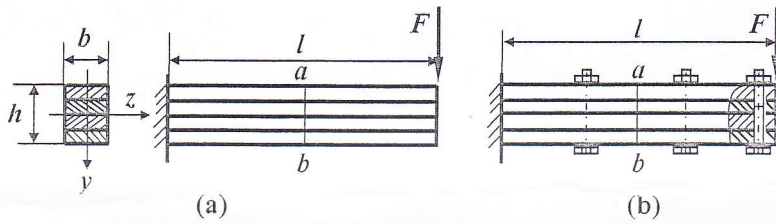

图4
4、如图4(a)所示叠梁，由4片板间无相互约束的矩形薄板组成，如图4(b)所示为用螺栓连接后的整体梁的情况。两梁均承受载荷 $F$ 作用，长度为 $l$ ，截面宽度与高度分别为 $b$ 与 $h$ 。试分别求出叠梁和整体梁内的最大弯曲正应力并比较其大小。板间的摩擦力忽略不计。(15分)